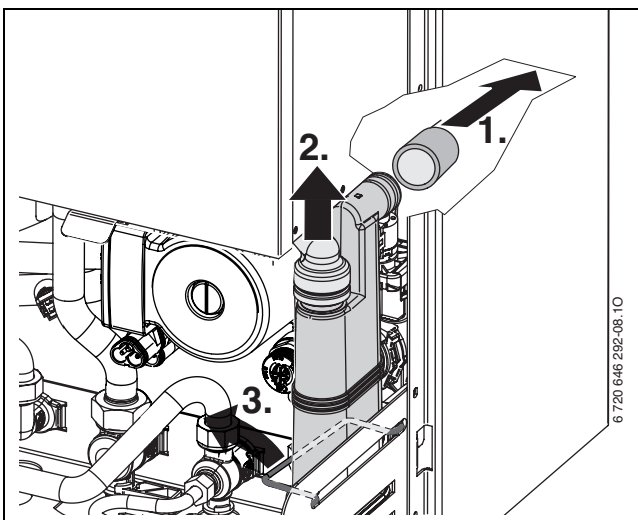

Fig. 52
- ▶ Smontare il sifone di scarico condensa (→ fig. 52). Per evitare fuoriuscite di liquidi, posizionare un recipiente sotto il sifone.